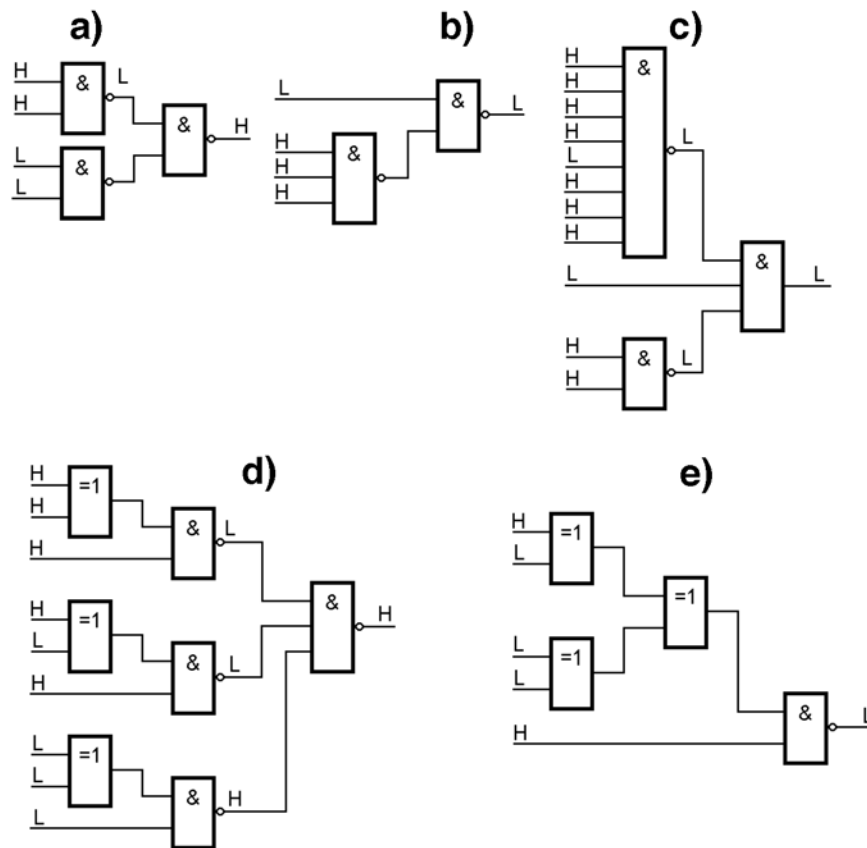

Abb. 3
4. An kombinatorischen Schaltungen messen Sie Signalbelegungen (Abb. 3). Ist das in Ordnung? Tip: Gehen Sie Gatter für Gatter durch und ermitteln Sie so Schritt für Schritt die Werte, die sich bei ordnungsgemäßer Funktion ergeben müßten.